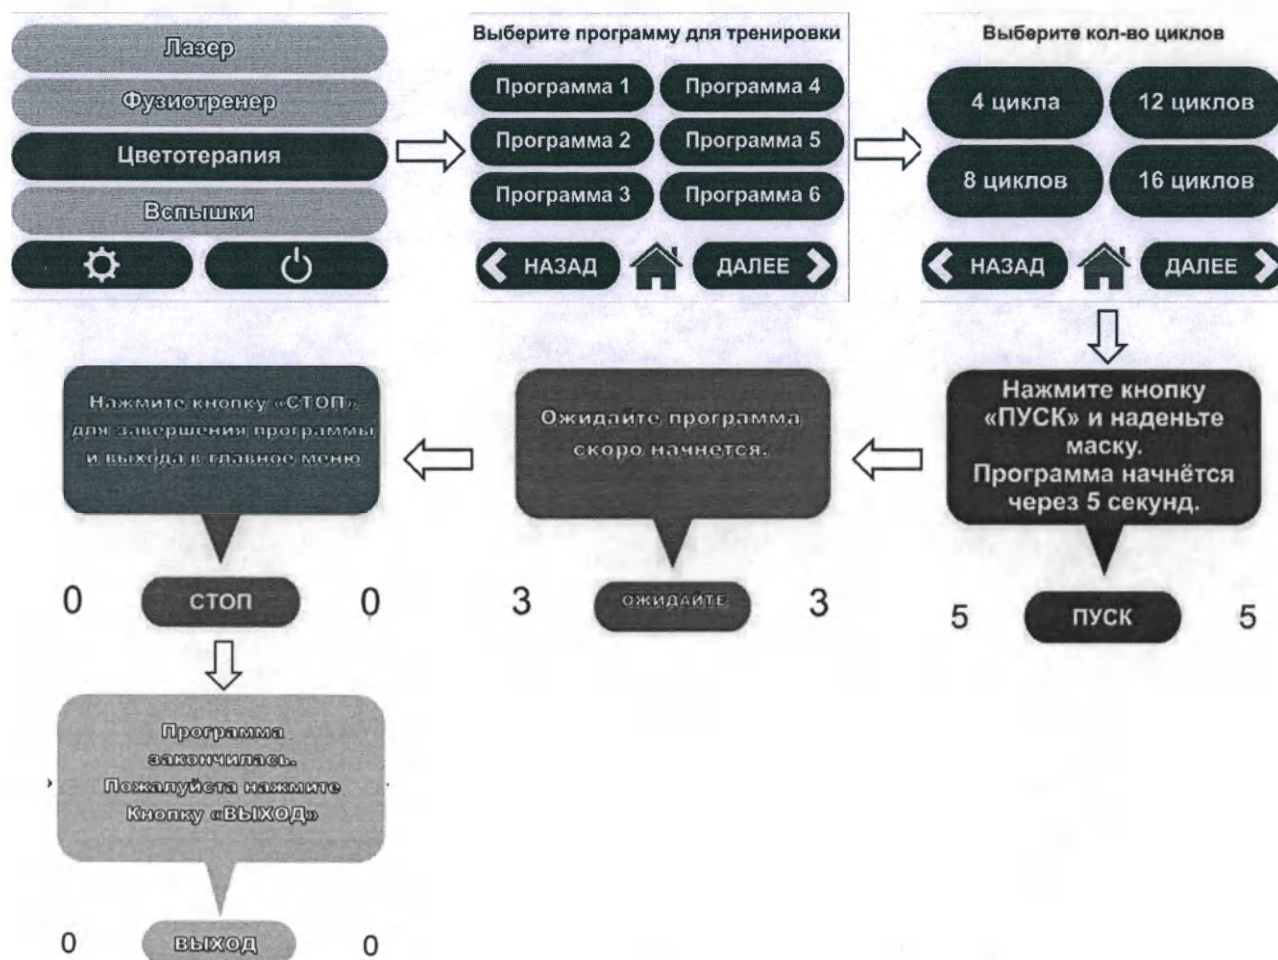

Рисунок 12 – Схема настройки параметров работы аппарата в режиме «Цветотерапия»
4.2.2.3 Режим работы «Цветотерапия» (рисунок 12)